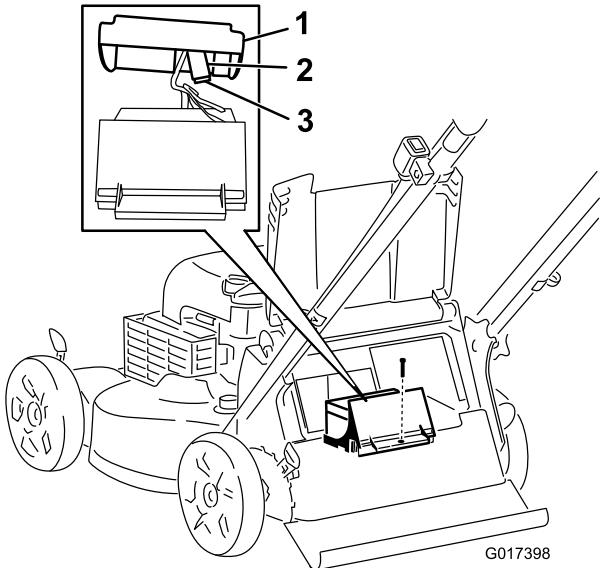

Figure 26
- Enlevez la vis de fixation du logement de la batterie, sortez la batterie et localisez le fusible (Figure 26).
4. Remplacez le fusible dans le porte-fusible (Figure 26).